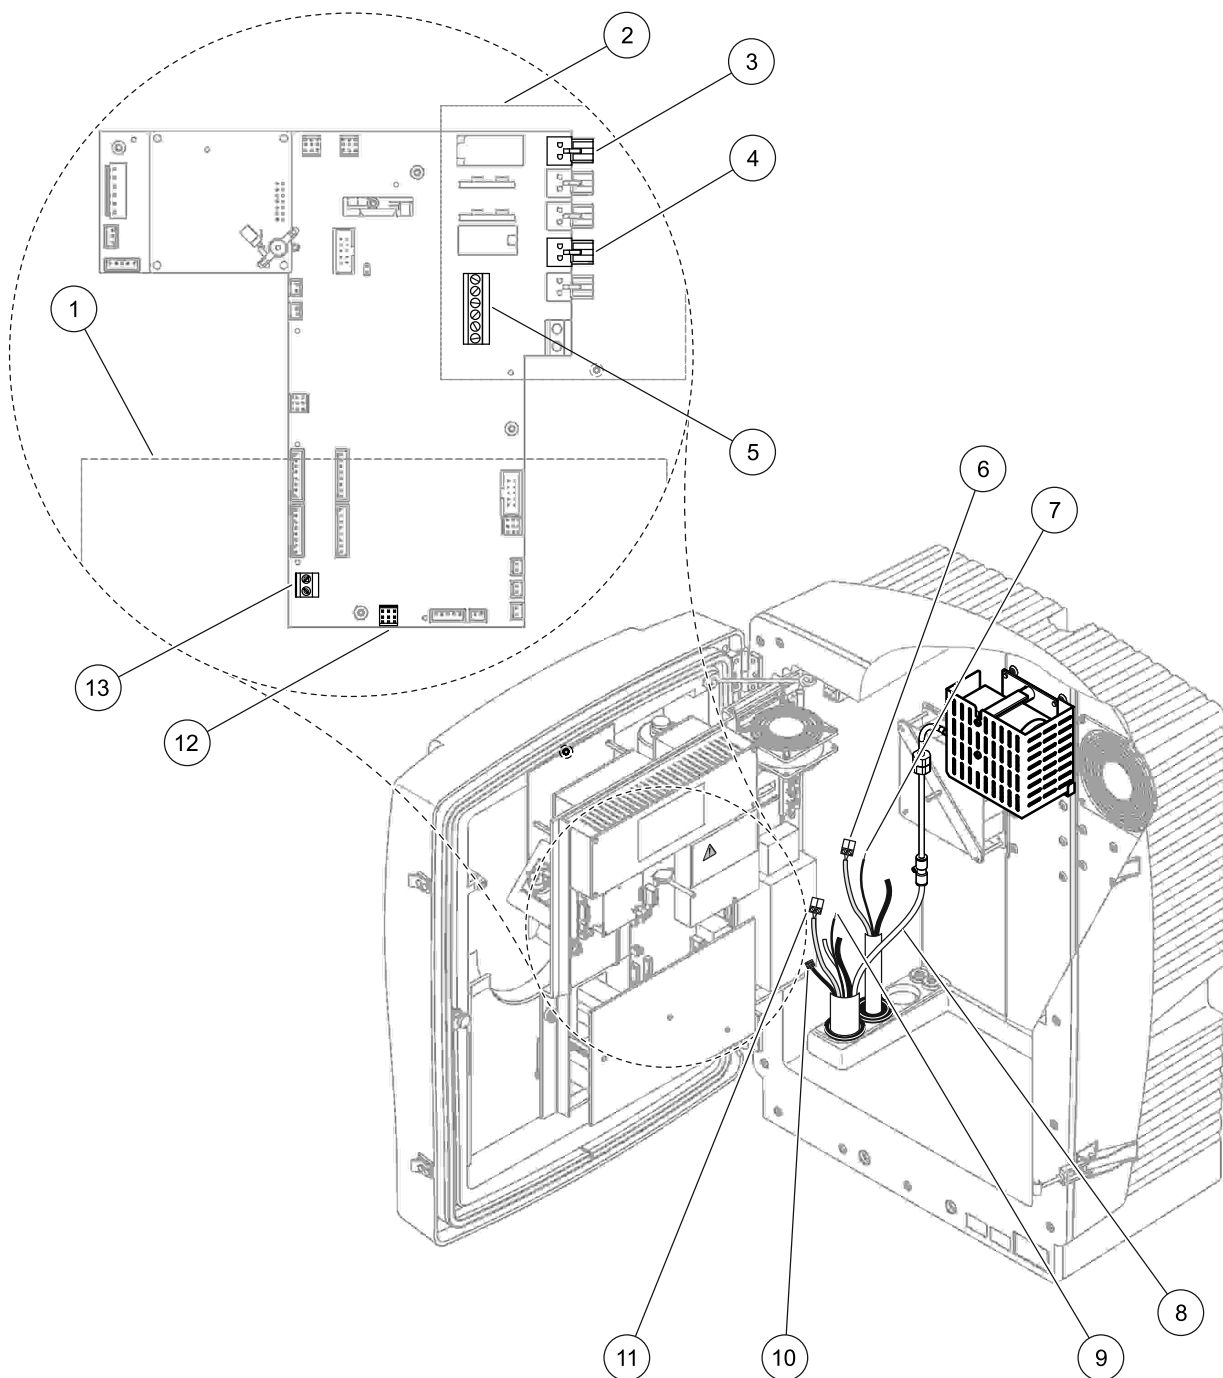

Рисунок 16 Подсоедините фильтр-пробоотборник sc и дополнительный дренаж с подогревом
4. Подсоедините провод заземления (зеленый/желтый) (позиция 9, Рисунок 16 на стр. 29) от фильтра-пробоотборника sc к клемме заземления (позиция 5, Рисунок 16 на стр. 29).
5. Подсоедините разъем питания к соответствующему клеммному соединению (позиции 4 и 11, Рисунок 16 на стр. 29).
7. Подсоедините разъем передачи данных (позиция 10, Рисунок 16 на стр. 29) к главной плате (позиция 12, Рисунок 16 на стр. 29).
9. Подсоедините белую воздушную трубку (позиция 8, Рисунок 16 на стр. 29) от фильтра-пробоотборника sc к разъему воздушной трубки на анализаторе (Рисунок 16 на стр. 29).
Смотрите Рисунок 16 и следующую процедуру для подключения дренажа с подогревом.
5. Подсоедините кабели дренажа с подогревом (позиция 6, Рисунок 16 на стр. 29) к клеммной коробке (позиция 3, Рисунок 16 на стр. 29).